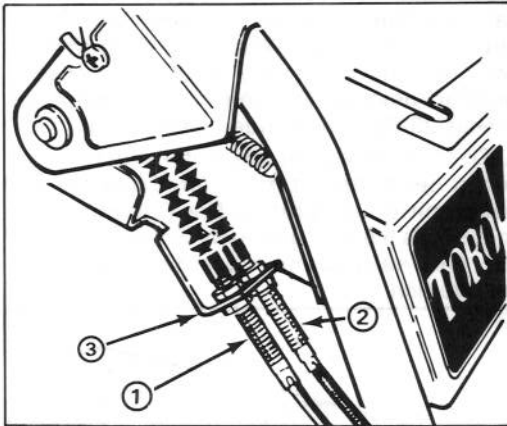

Abbildung 22
3. Die obere, das Räumwerk-/Gebläse-Kabel an die Befestigungsschelle festhaltende Gegenmutter lösen (Abb. 22).
EINSTELLEN DES FAHRANTRIEBSRIEMENS (Abb. 22)
- Befestigungsschrauben (2)
- Die das Kabel an die Schelle befestigenden Gegenmuttern an dem auszuwechselnden Riemen entsprechenden Steuerkabel lösen (Abb. 22). Beim Auswechseln des (der) Riemen(s) muß das Kabel zum Gleiten in der Schelle frei sein.